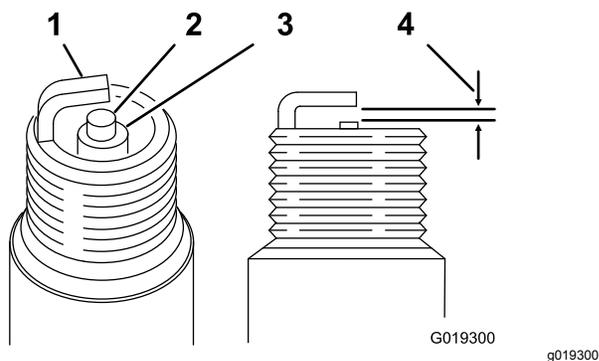

Figure 39
1. Examinez le centre de la bougie (Figure 39). Si le bec isolant est recouvert d'un léger dépôt gris ou brun, le moteur fonctionne correctement.
2. Avec une jauge d'épaisseur, mesurez l'écartement entre l'électrode latérale et l'électrode centrale (Figure 39).